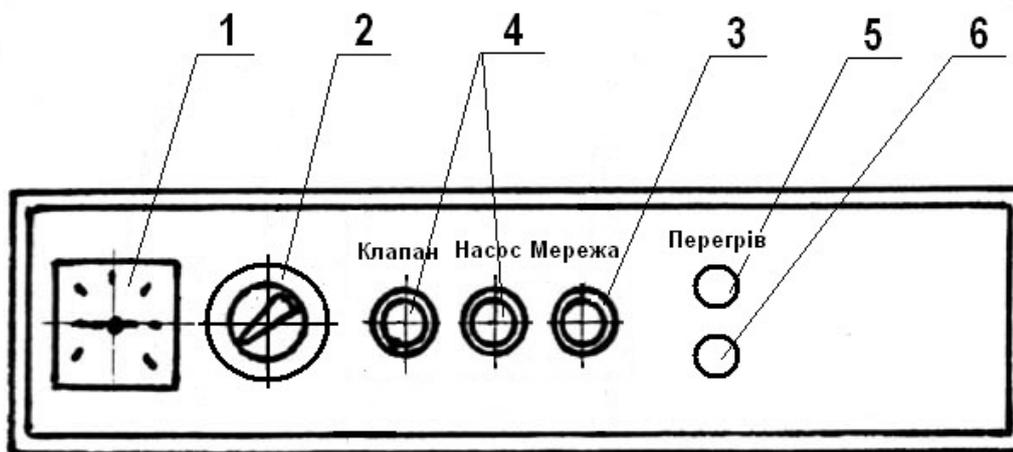

Рисунок 3. Пульт управління
3.2 На пульті управління (рис.3) встановлені показчик температури поз.1, який показує температуру води в котлі, термостат управління поз.2 з діапазоном регулювання від 30 до 90°C, головний вимикач поз.3, вимикачі роботи газового клапана та насоса поз.4, індикатор аварійної ситуації поз.5, кнопка скидання аварії поз.6.
4.2.12 Повернути ручку термостата управління поз.2 (рис.3) за годинниковою стрілкою до упору.
6.2.18 Встановити ручку термостата управління поз.2 (рис.3) на потрібну температуру.
- встановити ручку термостата управління поз.2 (рис.3) на потрібну температуру.
Конструкцією апарата передбачений обмежувач температури (SK2), який відключає апарат при підвищенні температури води вище 95°C, при цьому засвічується індикатор аварійної ситуації (поз.5 рис.3). Наступне включення апарата можливе тільки після охолодження води в системі до 70°C та скидання аварії. Для цього відкрутити ковпачок кнопки скидання аварії (поз. 6 рис. 3) і натиснути на кнопку до характерного клацання.